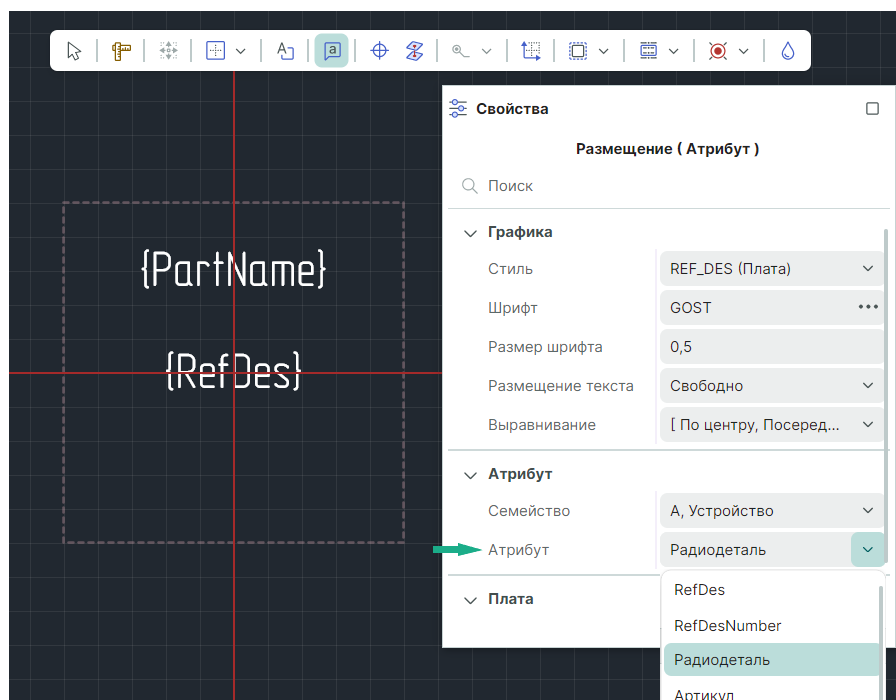

Рис. 113 Выбор атрибута семейства при размещении
3. Выберите необходимые параметры атрибута на панели «Свойства», см. Рис. 113.